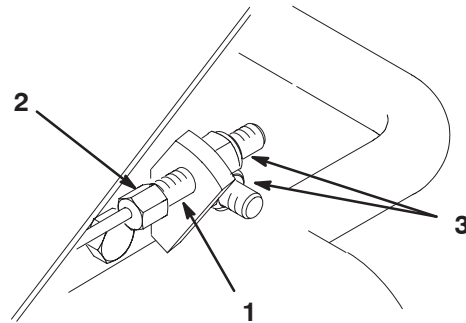

Bild 52
1. Wenn Sie das Kabel anziehen möchten, halten Sie die Sechskantschraube am Kabelende mit einem Schraubenschlüssel fest und drehen Sie die Mutter am anderen Kabelende mit einem anderen Schraubenschlüssel (Bild 52).